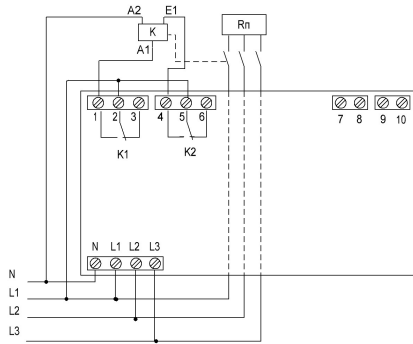

Рис.3 Схема включения с контактором с электромагнитной защелкой.
5.3 Режим работы с контакторами с электромагнитной защелкой (двухобмоточными контакторами). Реле K1 выдает импульс "START" на включение нагрузки, реле K2 импульс "STOP" на выключение (рис.3,4). Длительность импульса 5 сек. В этом режиме нет потребления мощности контактором от сети питания. На катушки подаются только кратковременные импульсы управления. Срок службы контактора ограничен только износостойкостью его контактов.